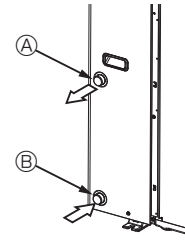

Fig. 4-1
### 4.1. Vízcsőcsatlakozás (Fig. 4-1)
- A bemeneti és kimeneti csövek pozíciója a Fig. 4-1 ábrán látható.
[Fig. 4-1]